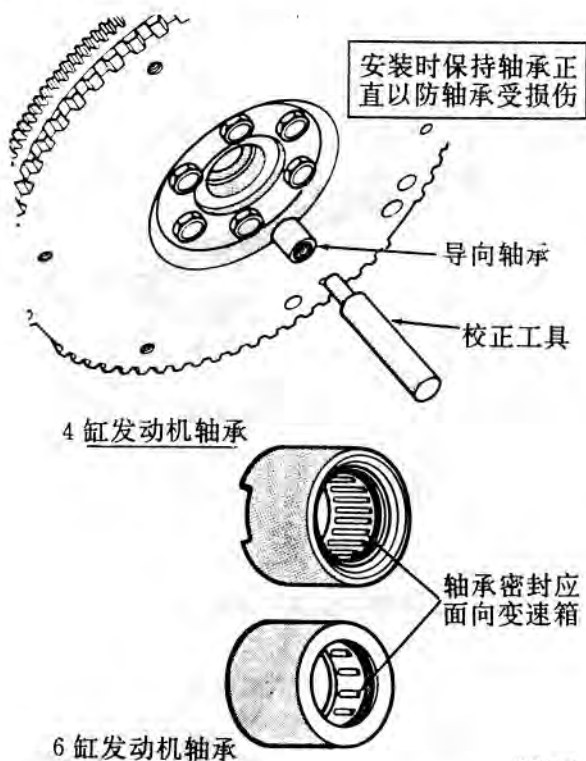

图 2 导向轴承的安装
(2) 拆下离合器盖和从动盘。
(3) 拆下导向轴承。如轴承难于拆卸, 可使用内拆卸器及手锤。
(4) 使用北京吉普汽车公司或其修理站指定的耐高温轴承脂润滑新轴承。
(5) 用手将新轴承放入曲轴中, 利用离合器校正工具和空闲的输入轴将轴承放到轴承座中(图2)。
(6) 用 180[#] 或 200[#] 金刚砂纸轻轻打磨飞轮表面, 然后用蜡和油脂的去除剂清理表面。
(7) 按本部分已说明的方法安装从动盘和离合器盖。
(8) 参考第 21 部分的步骤安装分动箱和变速箱。